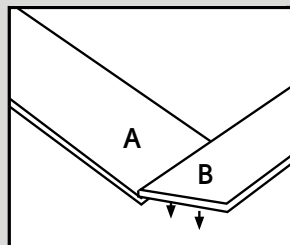

Fig. 4a
4. Coloque un tablón «A» y un tablón «B» como se muestra a continuación. Inclíne el borde principal del tablón B, deslice las juntas hasta unirlos y vuelva a colocar el tablón en horizontal (fig. 4a y 4b).